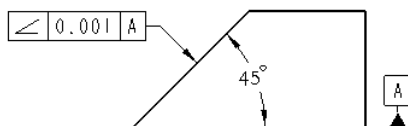

图 5.6.25 标注“倾斜度”
Step7. 在 **公差值** 选项卡中, 接受系统默认的公差值 0.001, 结果如图 5.6.25 所示。